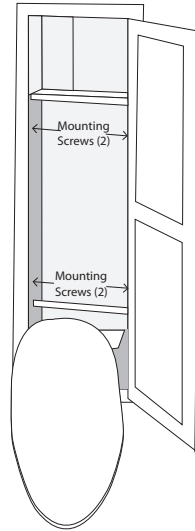

Figura 4
- b) Instale el gancho para ropa con los dos tornillos de montaje proporcionados. El gancho para ropa debe estar a 5,08 cm del borde superior y a 15,87 mm del borde lateral de la puerta. Pruebe de que no haya obstrucciones al cerrar la puerta antes de sujetar el gancho de ropa a la puerta. (Consulte la Figura 4).